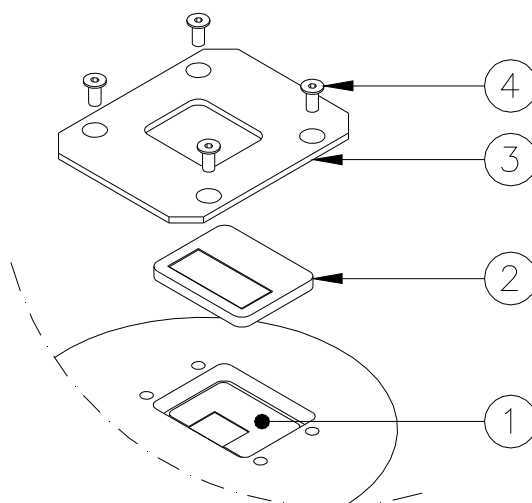

Figura 20 – Superficie del Prisma a ser Limpiada
- retire la placa de montaje (Figura 20 - n°3) soltando los tornillos correspondientes TORX M5x12 (Figura 20 - n°4)
- retire el conjunto del filtro (Figura 20 - n°2)
- Limpie la superficie de los prismas (Figura 20 - n°1) con un producto para cristal no abrasivo